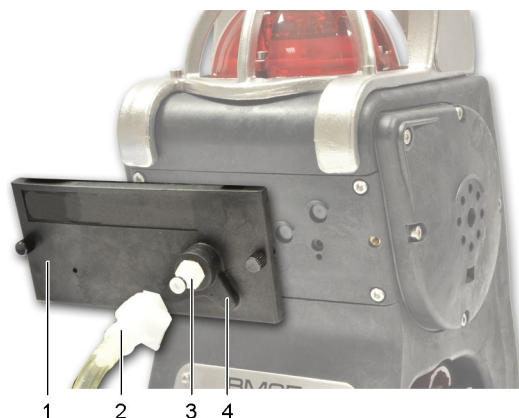

Figure 15 : mise en place de la coiffe sur la BM 25/25W avec pompe électrique
- Alimentée par la batterie de la balise, la pompe interne se met automatiquement en marche à la mise en place de la coiffe d'injection de gaz (Figure 15, rep. 1) ; cette dernière est reconnaissable de par la présence d'un bossage (rep. 4).